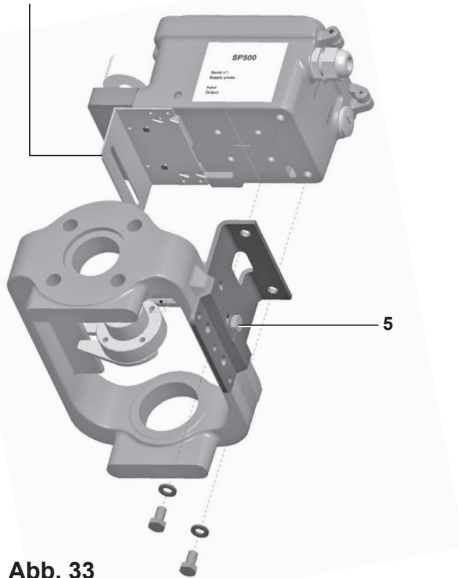
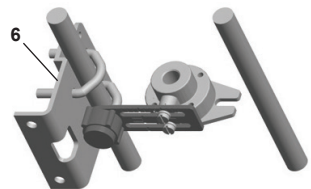

Abb. 33
Abb. 36
- 5.2.8** Nachdem der Stellungsregler SP500 mit der Montageplatte korrekt positioniert wurde, ziehen Sie die Sechskantschraube (**5**) am Stellantrieb mit Gussrahmenmontage (Abb. 33) mit einem Anzugsmoment von 10 - 12 N m fest. Bei Stellantrieben mit Säulenmontage ziehen Sie die U-Bügelmutter (**6**) (Abb. 36) mit einem Anzugsmoment von 10 - 12 N m fest.